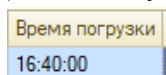

Рисунок 31
3.3.9.2 заполнить поле «Время погрузки» (часы, минуты) (рисунок 31);